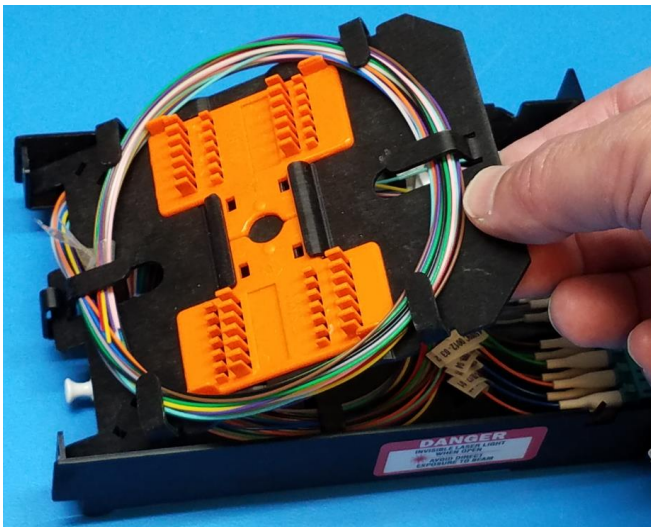

Figure 2
**3.2** Retirer le plateau d'épissage en soulevant le bord avant (figure 2); le mettre de côté.